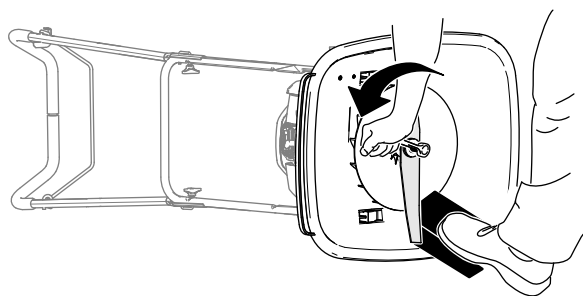

Figura 30
4. Usate un blocco di legno per tenere ferma la lama (Figura 30).